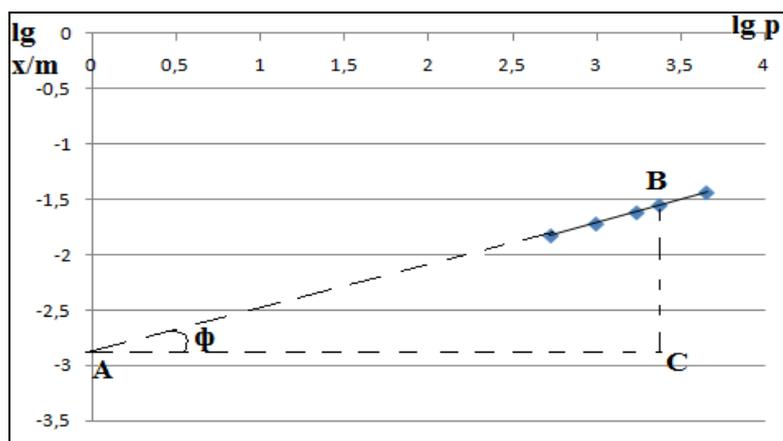

Рис.7.3. Логарифмическая изотерма адсорбции к задаче 3.
**Решение.** Для нахождения констант  $a$  и  $1/n$  графическим способом необходимо построить график логарифмической изотермы адсорбции. Для построения графика на оси абсцисс откладываем  $\lg P$ , а на оси ординат –  $\lg x/m$  (рис.7.3).